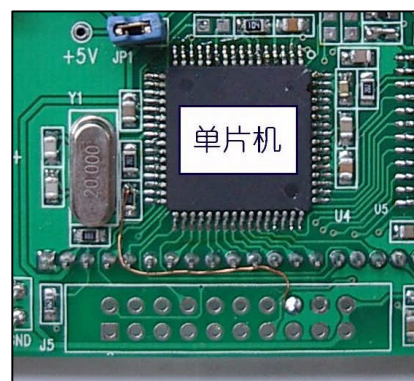

图 5
- 10) 最后在 R28 靠近 R26 的一端与 J5 的 16 脚之间补焊一条线，如图 5 所示。